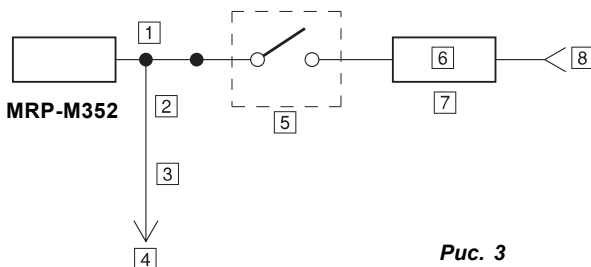

Рис. 3
**Проверьте, не относится ли к вашему головному устройству одна из приведенных ниже ссылок (см. рис. 3):**